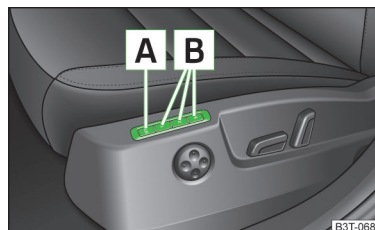

Abb. 71
Die Memory-Funktion für den Fahrersitz bietet die Möglichkeit, die Fahrersitz- und Außenspiegelposition zu speichern. Jeder der drei Speichertasten [B] » Abb. 71 kann eine Einstellposition zugeordnet werden.
- › Die Taste [SET] [A] » Abb. 71 drücken.
- › Die gewünschte Speichertaste [B] » Abb. 71 drücken.
› Kurz die gewünschte Speichertaste **[B]** » **Abb. 71** bei eingeschalteter Zündung drücken.
- › Eine beliebige Speichertaste **[B]** » **Abb. 71** auf Seite 85 drücken und gedrückt halten.
- › Die **[SET]**-Taste **[A]** » **Abb. 71** auf Seite 85 drücken und gedrückt halten. Gleichzeitig die Taste **[M]** auf dem Funkschlüssel innerhalb von 10 Sekunden drücken.